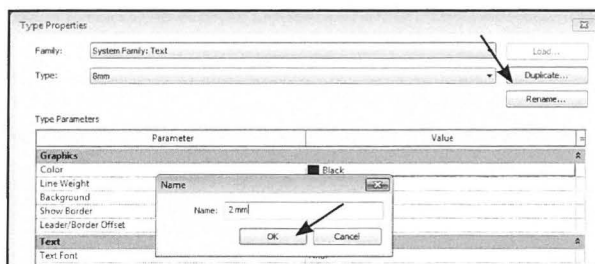

Fig. 16.17. *Duplicate* og giv typen et nyt navn.
- Rediger *Text Size* til 2 mm, eller den størrelse du nu vælger (Fig. 16.17). Rediger evt. også *Text Font*, hvis der ønskes en anden. Klik *Ok*.